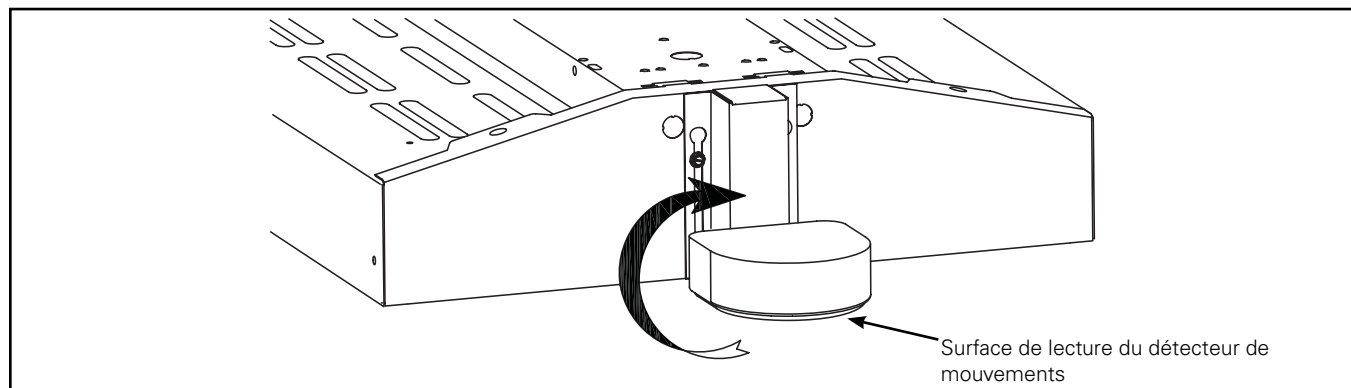

Figure 2.
2. Fixez le support en serrant les vis de l'embout du luminaire (Figure 2).
3. Faites tourner la surface de lecteur (LENTILLE) du détecteur de mouvements de façon à ce qu'elle soit parallèle au sol (Figure 2).